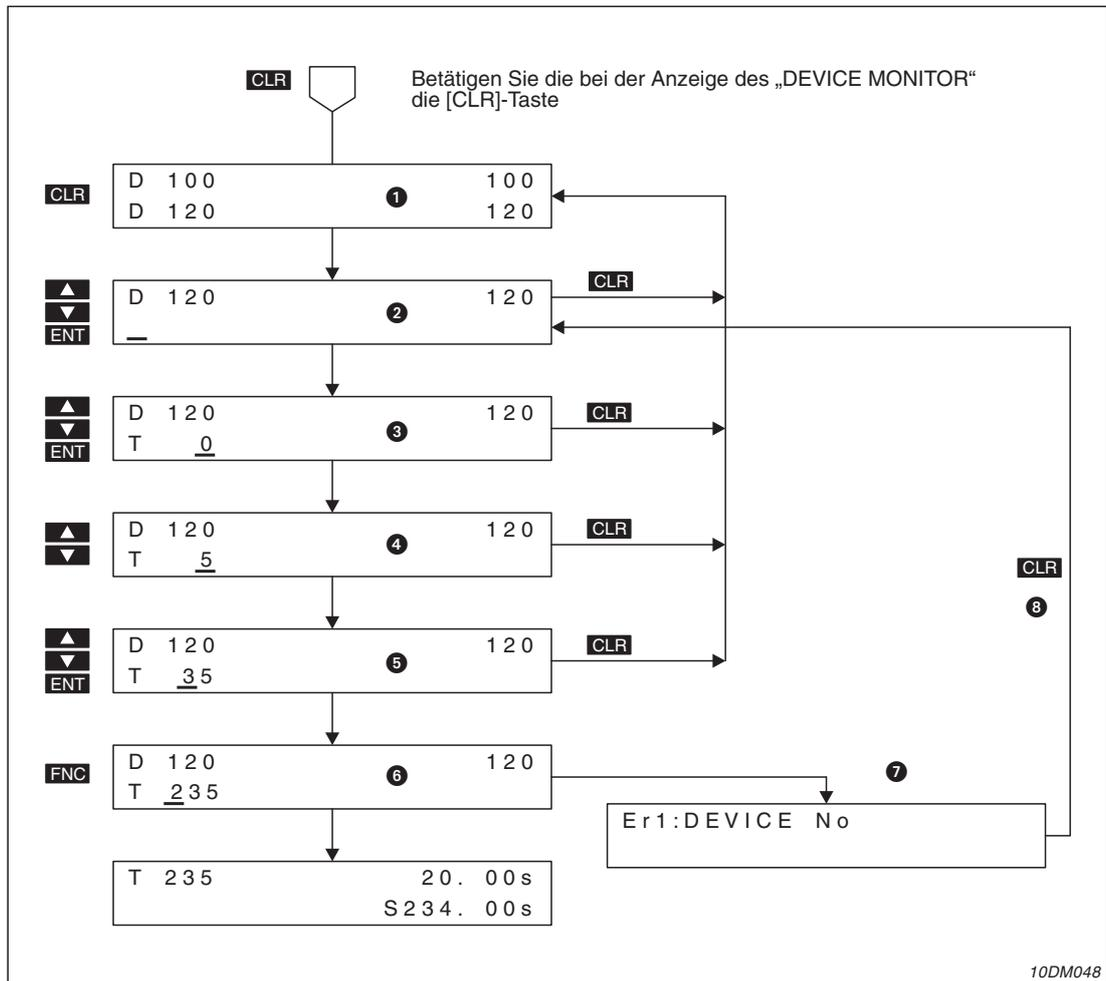

Abb. 7-3: Beispiel zur Auswahl eines Wort-Operanden
Tab. 7-1: Beschreibung zu Abb. 7-3 (1)
Tab. 7-1: Beschreibung zu Abb. 7-3 (2)